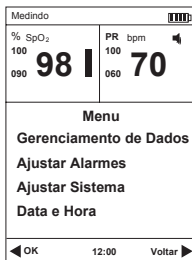

Fig.4-1
1) Pressione o poder alternar durante 3 segundos para ligar o oxímetro e em seguida, pressione o botão menu para aceder ao menu principal, referir-se a Fig. 4-1.